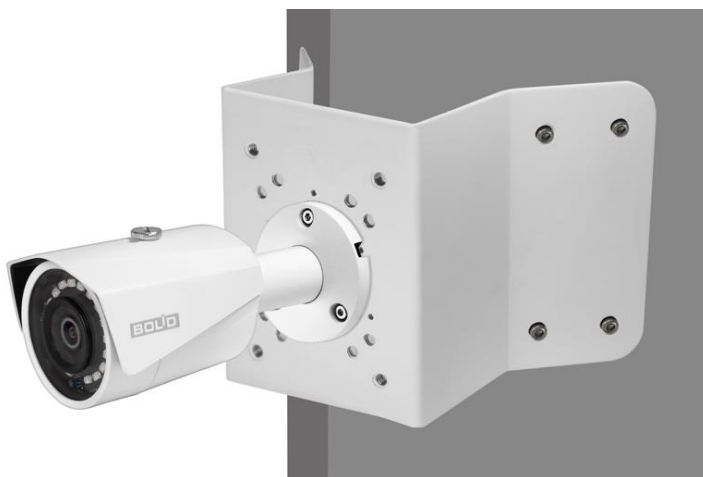

Рисунок 5.9 – Монтаж видеокамеры на угловом кронштейне BR-102
3. С помощью анкерных болтов из комплекта поставки закрепите угловой кронштейн с видеокамерой на установочной поверхности (Рисунок 5.9).